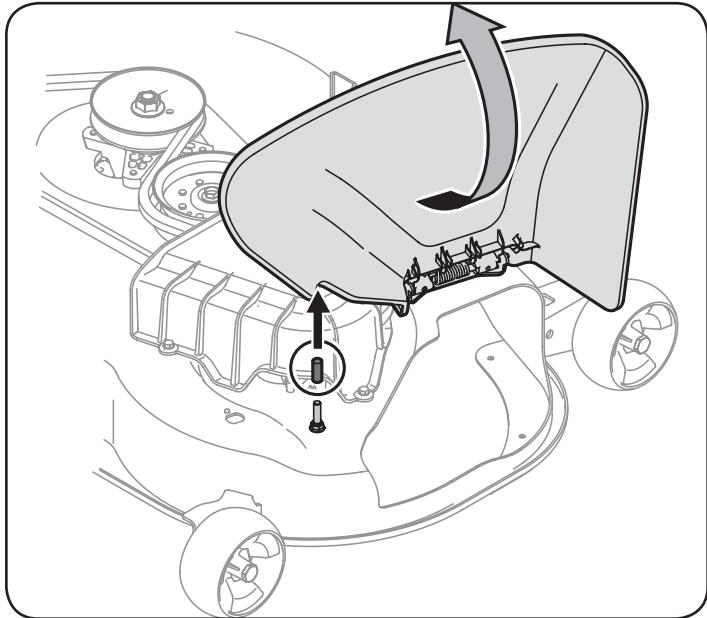

Figure 3
- Faites pivoter le déflecteur de la goulotte vers le haut et retirez le couvercle de protection de la goupille se trouvant à la surface du pont de coupe. Consultez la Figure 3.